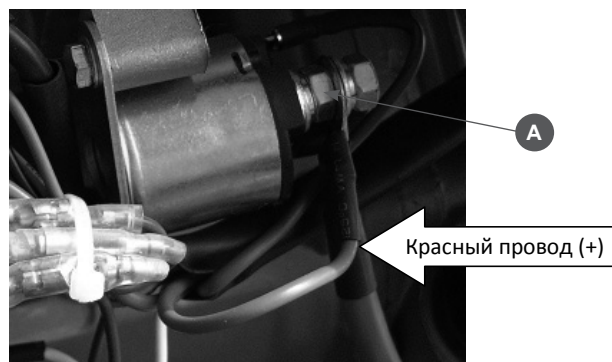

Рис.10
Плюсовой провод (красный) подключается к клемме «+» аккумулятора и клемме реле стартера (A) Рис.10